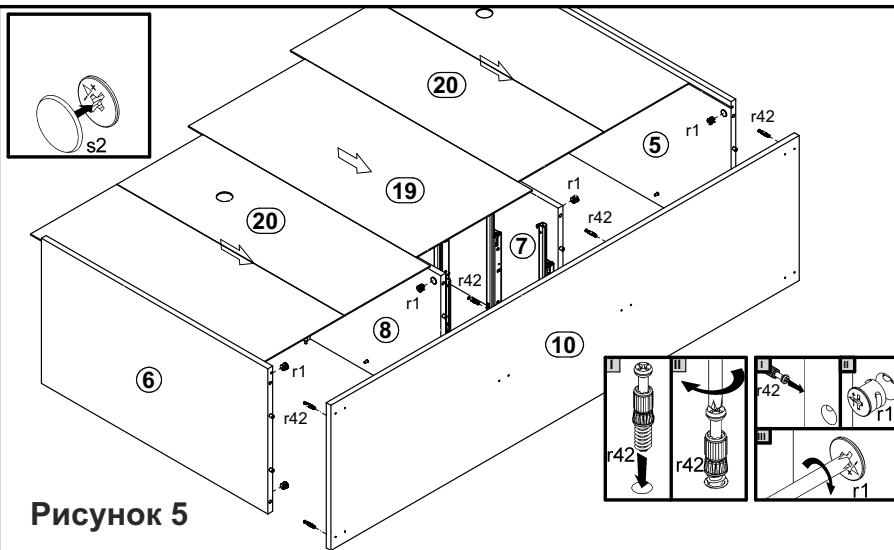

Рисунок 5
12. Положить корпус тумбы фасадными кромками вниз на ровную поверхность и выровнять его, измеряя рулеткой расстояние между противоположными углами по диагонали. Расстояния должны быть равными (см. рис. 5).